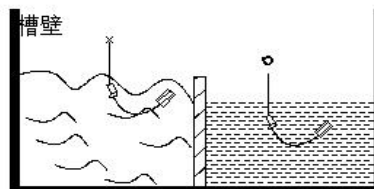

图3
- 安装位置与流入口应保持适当距离以免被水冲击造成感应不正确, 若无法避免时可加装防护管改善。(见图3)